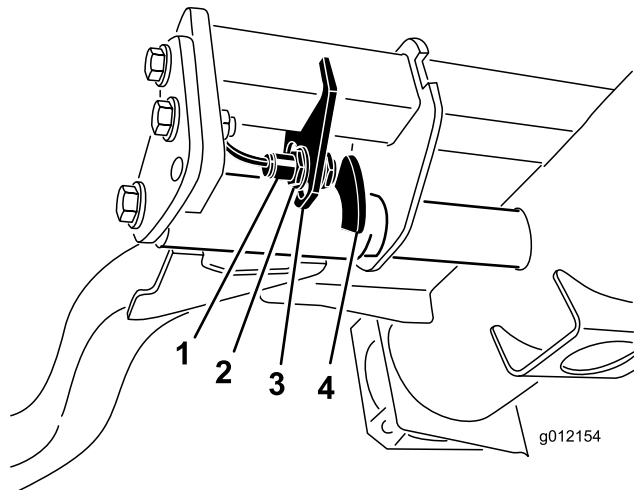

図 32
2. 昇降アームのスイッチは、油圧のメインタンクの下にある右前昇降アームの後ろ側に装着されている図 32。
3. スwitchの取り付けねじをゆるめ、スイッチの位置を下げると、昇降アームの旋回高さが高くなり、上げると、昇降アームの旋回高さが低くなる図 32。